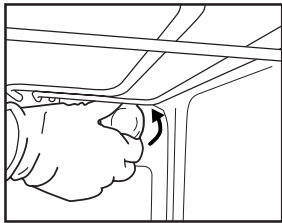

Fig. 6
2. Dévissez le cache de l'ampoule (Fig. 6), remplacez l'ampoule brûlée par une ampoule neuve (voir Remarque pour connaître le type), puis revissez le cache de l'ampoule.